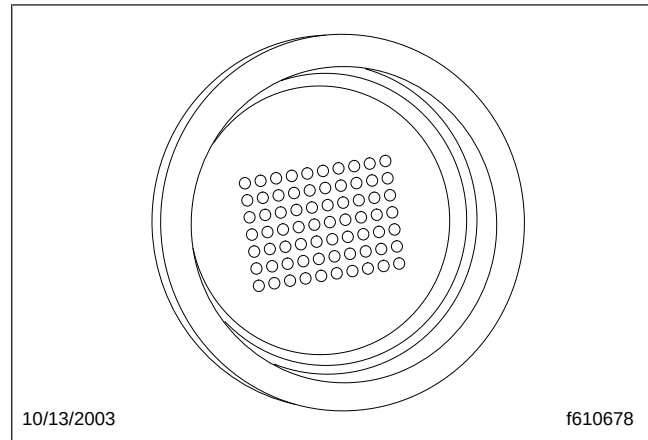

Figura 8.14, Visualización de puntos en el encendido
3. Después de encendida la ignición, el indicador de la marcha actual muestra un patrón cuadrado de puntos. Todos los puntos deben encenderse, sin separaciones o espacios. Vea la **Figura 8.14**.